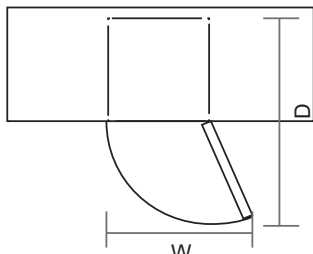

Fig. 1
3. Lăsați suficient spațiu pentru a accesa și deschide ușa cu ușurință ($\hat{I} \times \hat{A} \geq 967 \times 1226 \text{ mm}$). (→ Fig. 1). Dacă este necesar, schimbați direcția de deschidere a ușii, așa cum este descris mai jos.